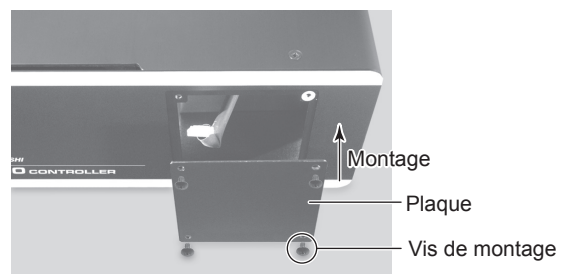

Fig. 23
- (5) Fixez la plaque en utilisant les 4 vis de montage. (Fig. 23).